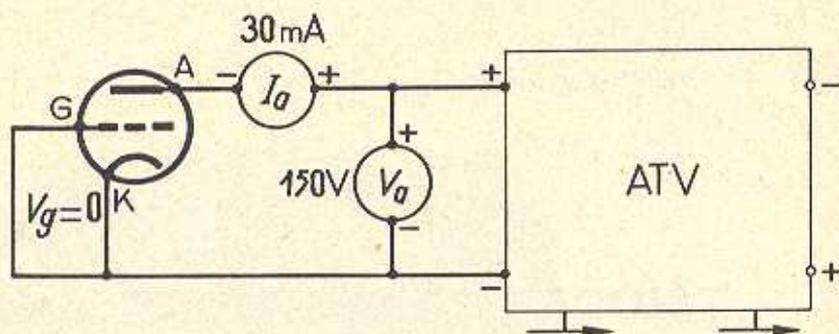

FIG. 1.
a) *Montage* (fig. 1). — La grille est reliée à la cathode.